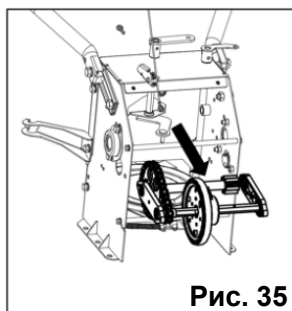

Рис. 35
5. С усилием потяните за вал-шестерню, снимите вал-шестерню и переходной вал в сборе (см. Рис. 35).